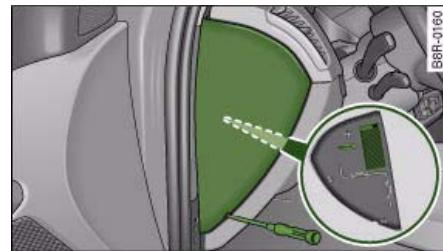

Fig. 243 Puesto de conducción (a la izquierda): Tapa de los fusibles
- Saque las pinzas de plástico de la tapa de fusibles ⇒ fig. 243.